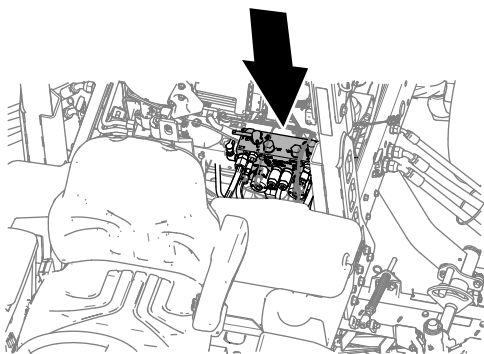

Figura 156
- Gire las palancas de autoafilado delantera, trasera o ambas a la posición R (autoafilado) (Figura 156).